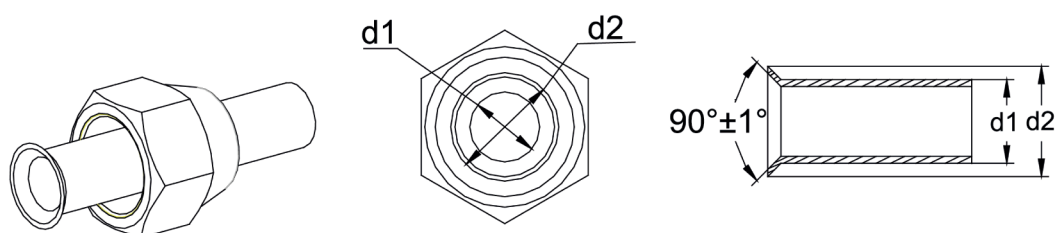

Fig. 12
- (1) Utilizzare il tagliatubi per tagliare la tubazione frigorifera, nel caso sia necessario modellarla.
- (2) Mantenere la tubazione rivolta verso il basso per evitare che i frammenti penetrino all'interno del tubo. Dopo il taglio, rimuovere le sbavature.
- (3) Rimuovere il dado svasato che collega la tubazione frigorifera interna all'Unità Esterna. Successivamente, utilizzare l'attrezzo svasatore per fissare il dado svasato nel tubo (come mostrato in Fig. 12).
- (4) Verificare che la svasatura sia uniforme, e che non siano presenti fratture.